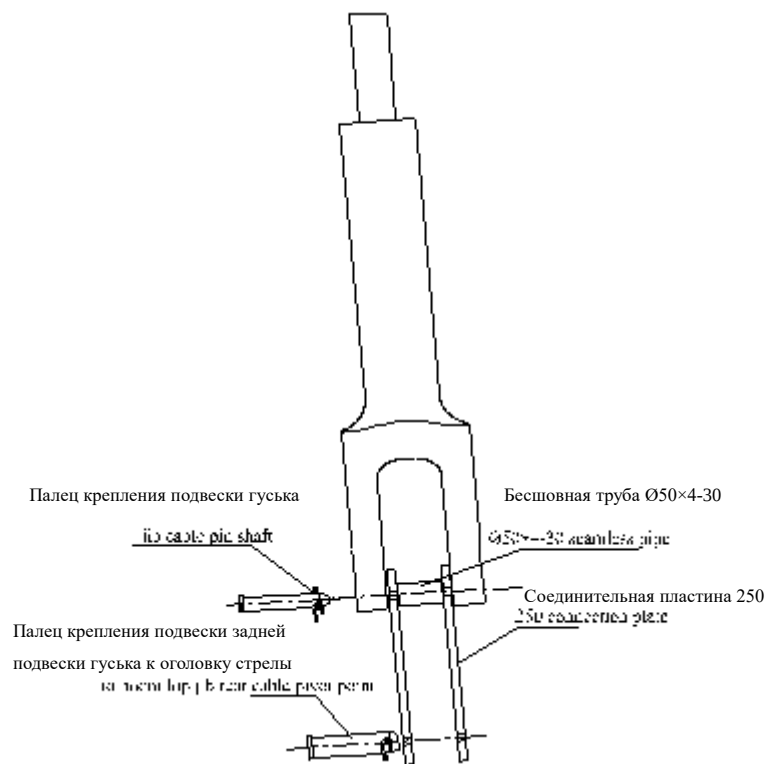

Рисунок 5-8b Установка подвески 250 задней оттяжки фиксированного гуська
Примечание: комбинации задних тяг и длины связаны только с углом установки фиксированного гуська, он не имеет никакого отношения к длине фиксированного гуська. При использовании 250 соединительных подвесок (LB) следует соблюдать рисунок 5-8b.